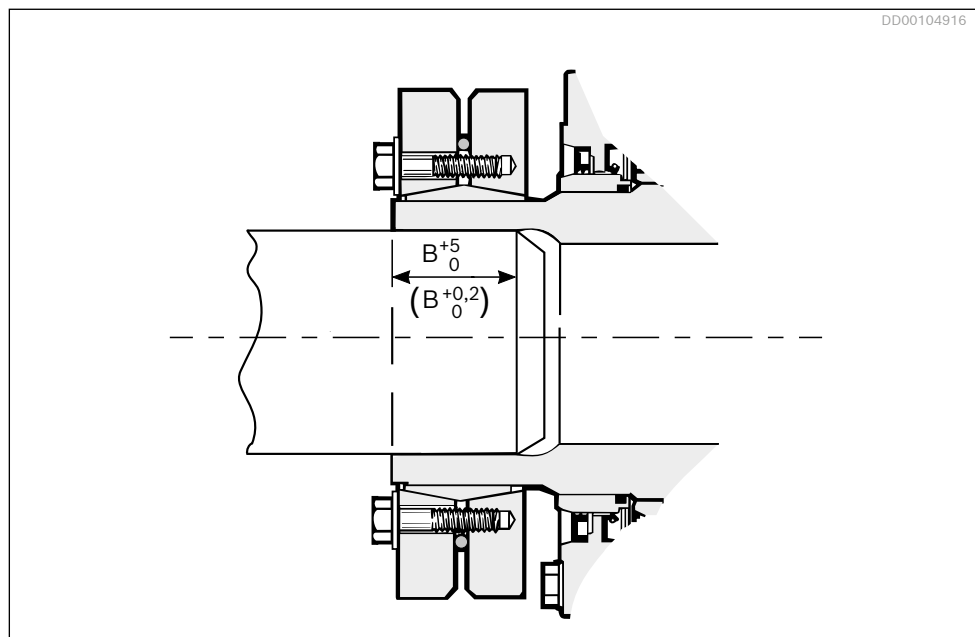
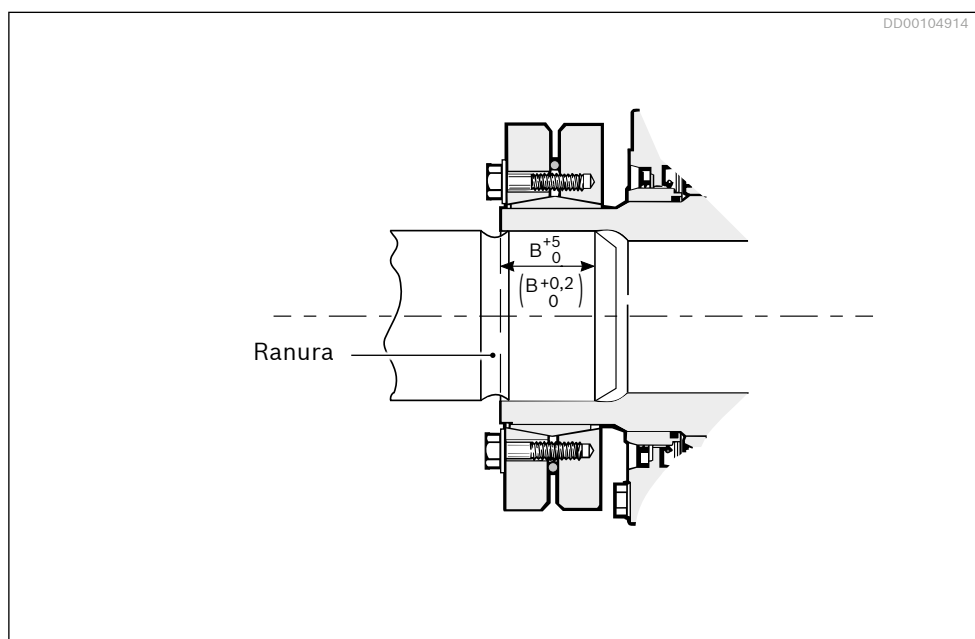

Fig. 34: Eje accionado sin ranura de alivio de tensión
Fig. 35: Eje accionado con ranura de alivio de tensión
El motor se puede instalar en el eje accionado con o sin herramienta de instalación, pero se recomienda el uso de una herramienta de montaje, ya que facilitará mucho la tarea. Asegúrese de que se utiliza toda la longitud de sujeción, por ejemplo midiendo y marcando el eje accionado. Esto es de especial importancia cuando el eje accionado tiene una ranura de alivio de tensión. Ver Fig. 34, Fig. 35 y Tabla 14.
6. Tire del motor hacia el eje girando la tuerca de la herramienta de instalación hasta que se logre la longitud indicada en la Tabla 14; ver Fig. 34 y Fig. 35.
9. Quite el tapón G 1" (2).
10. Vuelva a colocar la cubierta final (1) y apriete los tornillos. Torque de 80 Nm (59 lb·ft).